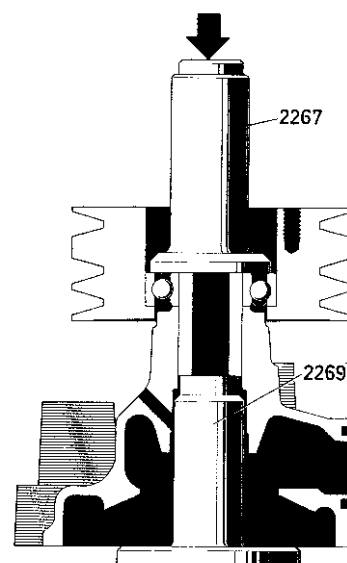

Fig. 165. Montering av remskiva med bakre lager
2. Placera fixturen 2269 på skovelhjulets plats (fig. 165). Pressa på remskivan och lagret med dorn 2267.